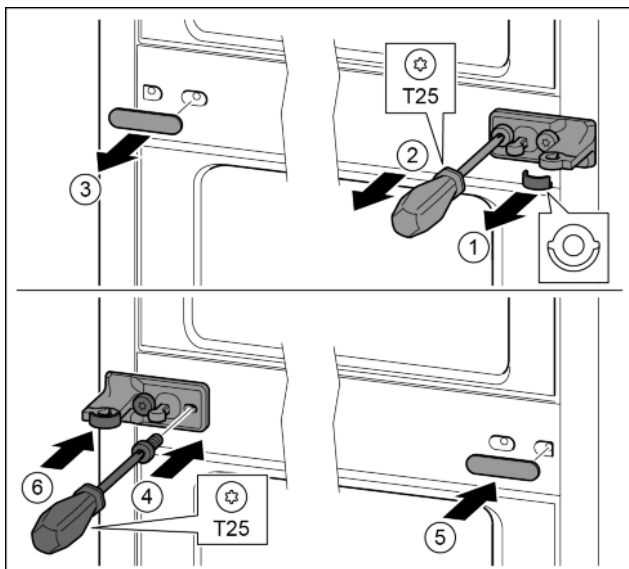

Fig. 29
- ▶ Снять шайбу. *Fig. 29 (1)*
- ▶ Выкрутить винты отверткой T25. *Fig. 29 (2)*
- ▶ Осторожно снять крышку. *Fig. 29 (3)*
- ▶ Плотнo прикрутить опорный кронштейн с подкладкой с поворотом на 180° с другой стороны. *Fig. 29 (4)*
- ▶ Установить крышку с поворотом на 180° с другой стороны. *Fig. 29 (5)*
- ▶ Спереди надвинуть шайбу. *Fig. 29 (6)*